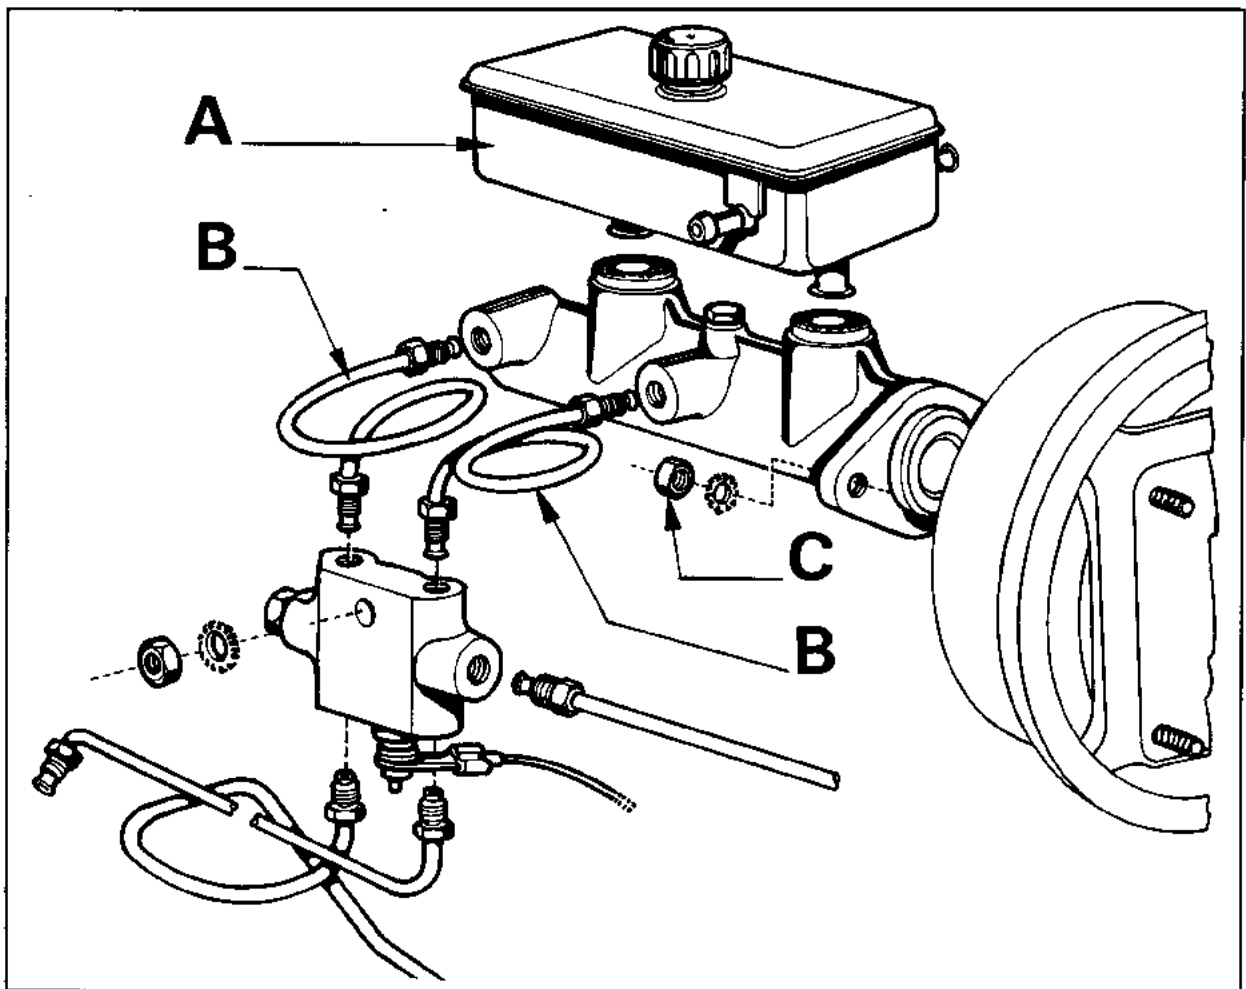

Fig. 12
- Zuig het remvloeistofreservoir (A) (fig.12) m.b.v. een trekspuitje leeg.
- Maak de beide aansluitleidingen (B) naar de voor- en achterremmen op de hoofdremcilinder los.
- Verwijder de 2 moeren (C) waarmee de hoofdremcilinder op de rembekrachtiger is bevestigd.